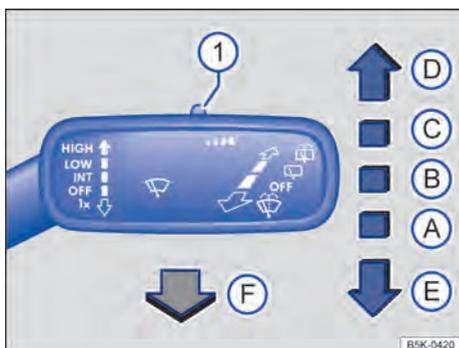

Fig. 86 À direita da coluna de direção: comandar os limpadores do para-brisa.
- Pressionar a alavanca dos limpadores do para-brisa brevemente para baixo ⇒ Fig. 86 (E).